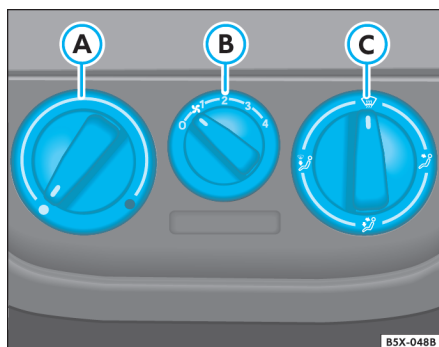

Fig. 83 Detalle en el panel: Mandos
– Gire el mando ⇒ **fig. 83 A** para regular la temperatura³¹⁾, **B** las velocidades de ventilación y el mando **C** para regular la distribución del aire ⇒ **A**.